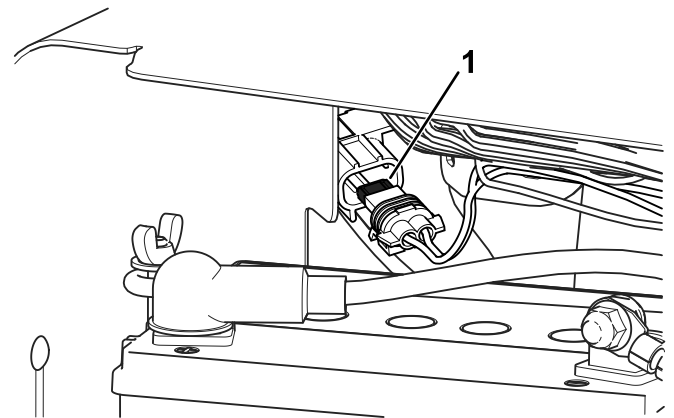

Figura 173
**Nota:** El fusible del ventilador está situado en línea, detrás de la batería (Figura 173).